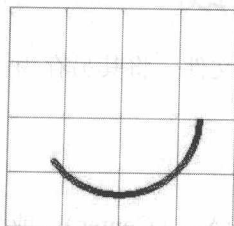

图 3-5 完成后的 Center 圆弧导线
5. 完成圆弧的绘制后, 在 PCB 图纸上右击鼠标取消画圆弧状态。绘制结果如图 3-5 所示。